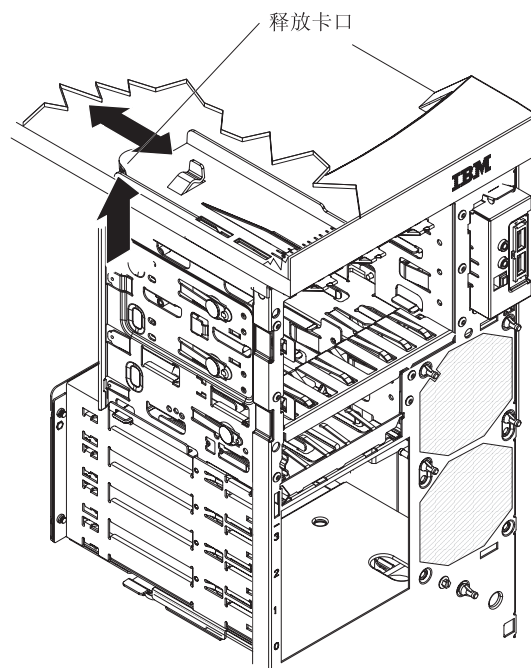

图 41. 卸下电源开关 / 指示灯组合件
7. 在机架中向内按电源开关释放卡口（请参阅图 41）。
1. 在机架中向机架前部推电源开关 / 指示灯组合件，直至此组合件与电源开关释放卡口卡嗒一声卡到位（请参阅图 41）。